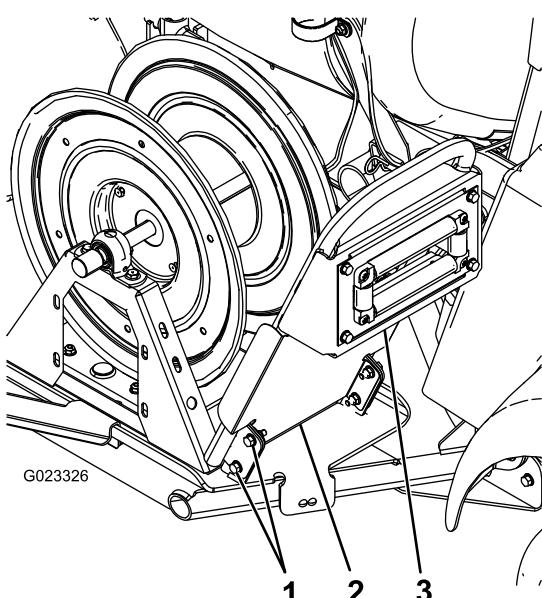

図 8
5. ハンドルを、スイベルプレートに仮止めするボルト5/16インチ4本を使用する図8。
6. 泥除けシールドとハンドルを、スイベルプレートに取り付けるステップ5で取り付けたボルトと、フランジナット5/16インチ4個を使用する図8。